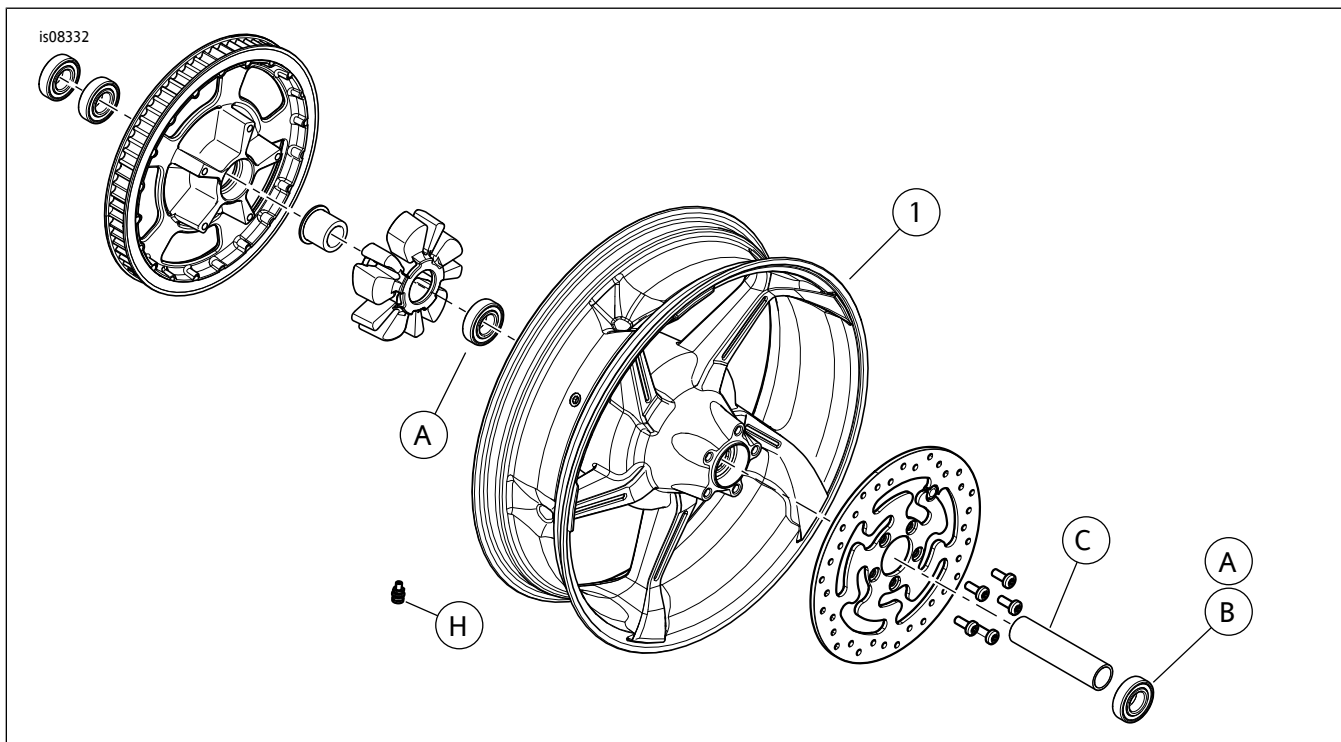

图1。维修零件：Aggressor后轮
参见图1和维修零件表。
2. 参见图1。在车轮上安装阀杆组件(H)。参阅维修手册。